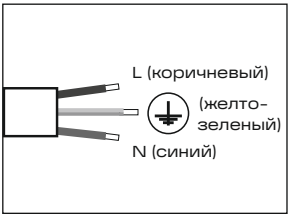

Рис. 3
- 5.14 Для выполнения электрических подключений обратитесь к схеме на рис. 3 или 4 (для версий с DMX). В одну линию монтируется не более 25 приборов